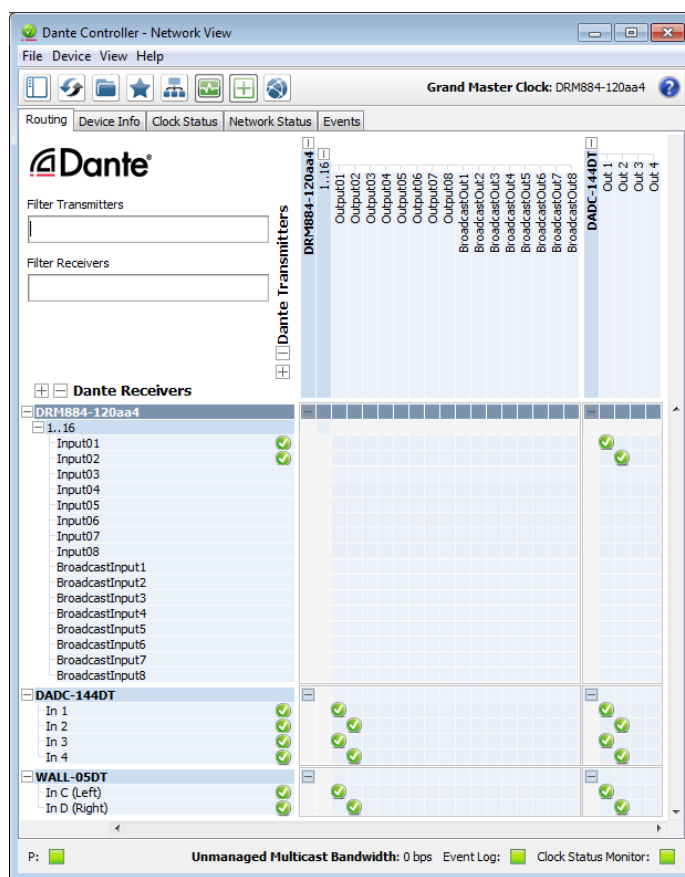

Abb. 10 Dante-Routing
- 1) Im „Network View“-Fenster unter „Routing“ die Sendekanäle des gewünschten Geräts unter „Dante Transmitters“ sowie die Empfangskanäle des gewünschten Verbindungspartners unter „Dante Receivers“ durch Klicken auf das öffnen (siehe Abbildung 10).